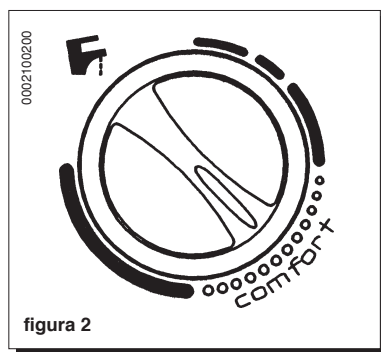

figura 2
La valvola del gas è dotata di un dispositivo di modulazione elettronica della fiamma in funzione del posizionamento della manopola (13) di regolazione dell'acqua sanitaria e della quantità d'acqua prelevata. Questo dispositivo elettronico permette d'ottenere delle temperature dell'acqua, in uscita dalla caldaia, costanti anche per piccole portate di prelievo. E' consigliabile, per un contenimento energetico, posizionare la manopola in "--comfort--" (figura 2). In inverno si renderà probabilmente necessario aumentare la temperatura dell'acqua sanitaria in relazione ai valori desiderati.
La válvula del gas está provista de un dispositivo de modulación electrónica de la llama en función del posicionamiento del botón (13) de regulación del agua sanitaria y de la cantidad de agua tomada. Este dispositivo electrónico consiente obtener temperaturas del agua, en salida de la caldera, constantes también para pequeños caudales de toma. Para limitar el consumo energético, se aconseja posicionar el botón en "--comfort--" figura 2. En invierno será probablemente necesario aumentar la temperatura del agua sanitaria según los valores deseados.